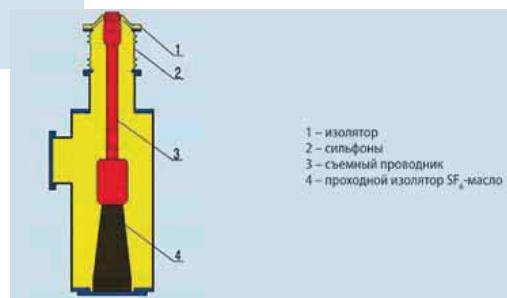

Рис. 4.13 Концевая муфта трансформатора КРУЭ
4.10.3 Модуль трансформатора (проходной изолятор SF₆-масло) (см. рис. 4.13)